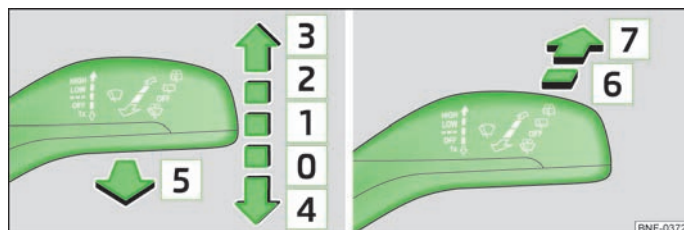

Fig. 29 Azionare i tergicristalli/tergilunotto
- Per tergere solo **brevemente** il parabrezza spingere la leva nella posizione molleggiata **4**.» fig. 29
- Portare la leva verso l'alto in posizione **1**.» fig. 29
- Portare la leva verso l'alto in posizione **2** » fig. 29.
- Portare la leva verso l'alto in posizione **3** » fig. 29.
- Tirare la leva verso il volante nella posizione molleggiata **5**; il lavacrystallo spruzza subito, i tergicristalli si muovono leggermente dopo» fig. 29.
- Premere la leva allontanandola dal volante in posizione **6**; il tergicristallo» fig. 29 detergerà ogni 6 secondi.
- Portare la leva in posizione molleggiata **7**, l'impianto tergilavacrystallo entrerà in funzione.» fig. 29
- Riportare la leva in posizione di base [0] » fig. 29.
- Premere la leva del tergicristallo in posizione [4] » fig. 29, portare i bracci del tergicristallo nella posizione di servizio.
- Attivare l'accensione e premere la leva del tergicristallo in posizione [4] » fig. 29, portare i bracci del tergicristallo nella posizione di base.